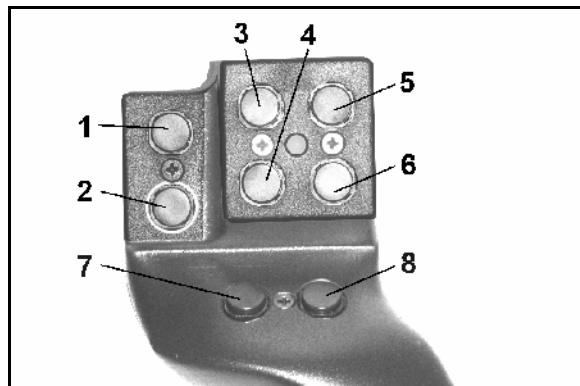
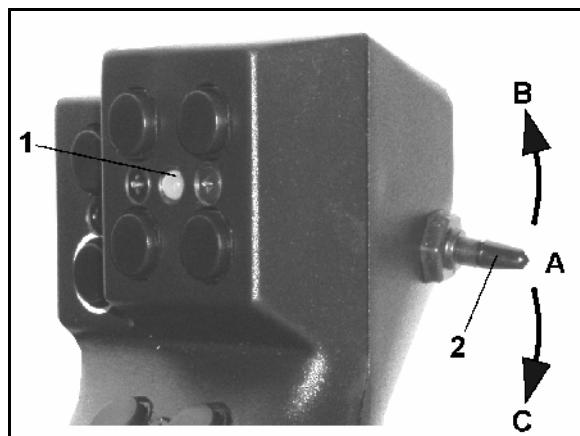

Fig. 54
Fig. 55
Ved betjening av **AMATRON 3** har multifunksjonsspaken (Fig. 54) 8 taster (1 - 8) til disposisjon. I tillegg kan man ved hjelp av bryteren (Fig. 55/2) endre konfigurasjon av tastene i tre ulike modi.
- midtstilling (Fig. 55/A) og kan stilles
- oppover (Fig. 55/B) eller
- nedover (Fig. 55/C).
Bryterstillingen vises i form av en LED-lampe (Fig. 55/1).